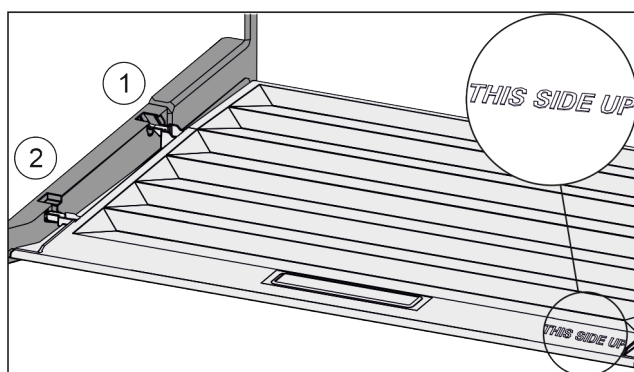

Fig. 98
- ▶ Výstupky víka zaveďte do zadních držáků Fig. 98 (1) a vpředu zaklesněte do držáku Fig. 98 (2).